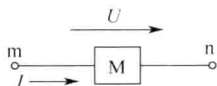
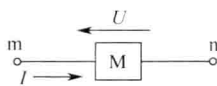

图 1-1-5 电流、电压采用关联参考方向
图 1-1-6 电流、电压采用非关联参考方向
(1) 进行电路分析时, 对于一个元件, 既要对流过元件的电流选取参考方向, 又要对元件两端的电压选择参考方向。如果选择电流的参考方向与电压的参考方向一致, 我们就称之为**关联参考方向**, 如图 1-1-5 所示; 如果选择电流的参考方向与电压的参考方向不一致, 我们则称之为**非关联参考方向**, 如图 1-1-6 所示。电路分析时, 一般采用关联参考方向。电路中的许多公式, 也只有在关联参考方向的前提下才成立, 这一点需要注意。